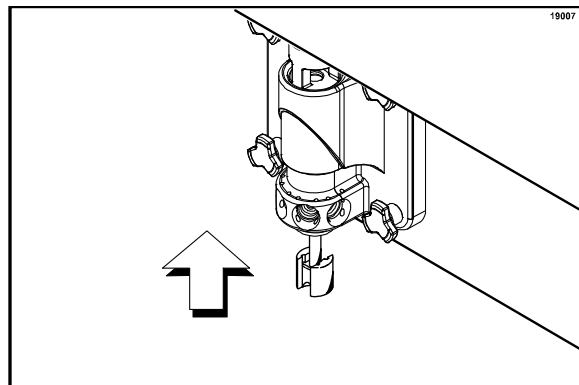

Abbildung 124
14. Die Kreismesserwelle in die Mitte des angetriebenen Kreisel einsetzen und in das Innere des Zapfventils einführen, so dass sie am oberen Ende des Zapfventils wieder erscheint. Das Kreismesser muss auf den angetriebenen Kreisel am unteren Ende ausgerichtet sein und in ihn eingreifen. Dadurch kann die Kreiselwelle weit genug nach oben geschoben werden, um in die Kreiselkupplung am oberen Ende einzugreifen. (Siehe Abbildung 124.)